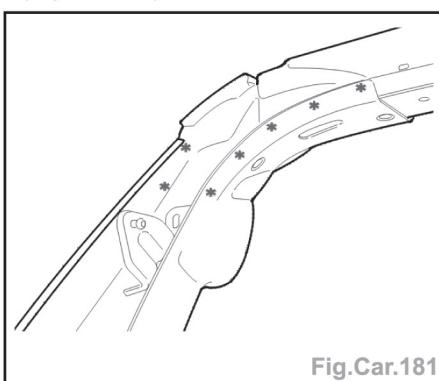

Fig.Car.181
- Dépointer par fraisage des points (Fig.Car.181).